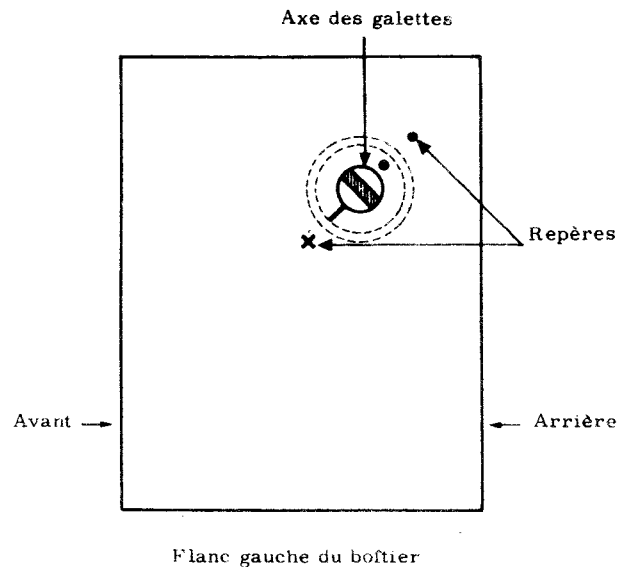

Fig. 47 - Remontage des circuits d'adaptation d'antenne.
- Positionner les galettes des circuits d'adaptation d'antenne de façon à faire coïncider les repères situés en bout d'axe du côté du pignon d'angle avec le repère gravé sur le pignon (fig. 47)